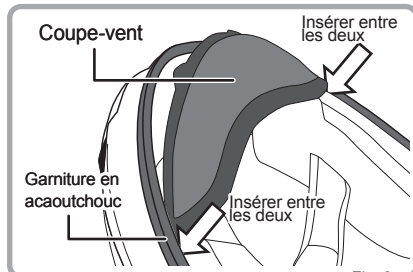

Fig. 2
2. Insérez l'entre-doublure des deux côtés du coupe-vent entre la partie avant du coussinet de joue et la garniture en caoutchouc. (Fig.2)